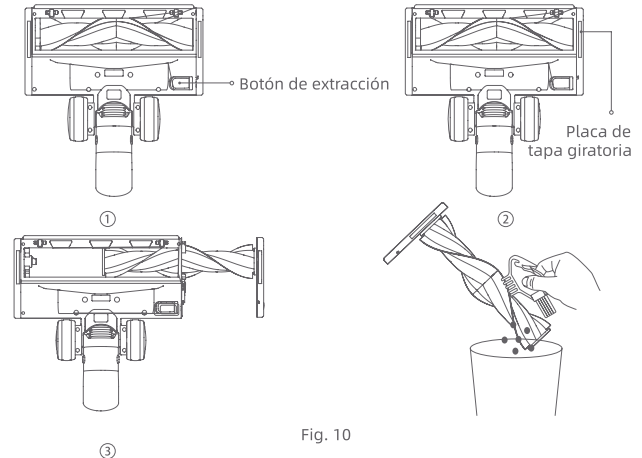

Fig. 10
5. Realice el proceso a la inversa: primero introduzca un extremo del cepillo del rodillo limpio (o un cepillo de rodillo nuevo), junto con el eje, en el cepillo eléctrico para suelo. Después encaje el otro extremo, cierre la placa de la tapa de fijación y bloquéela en su sitio. (Fig. 10)